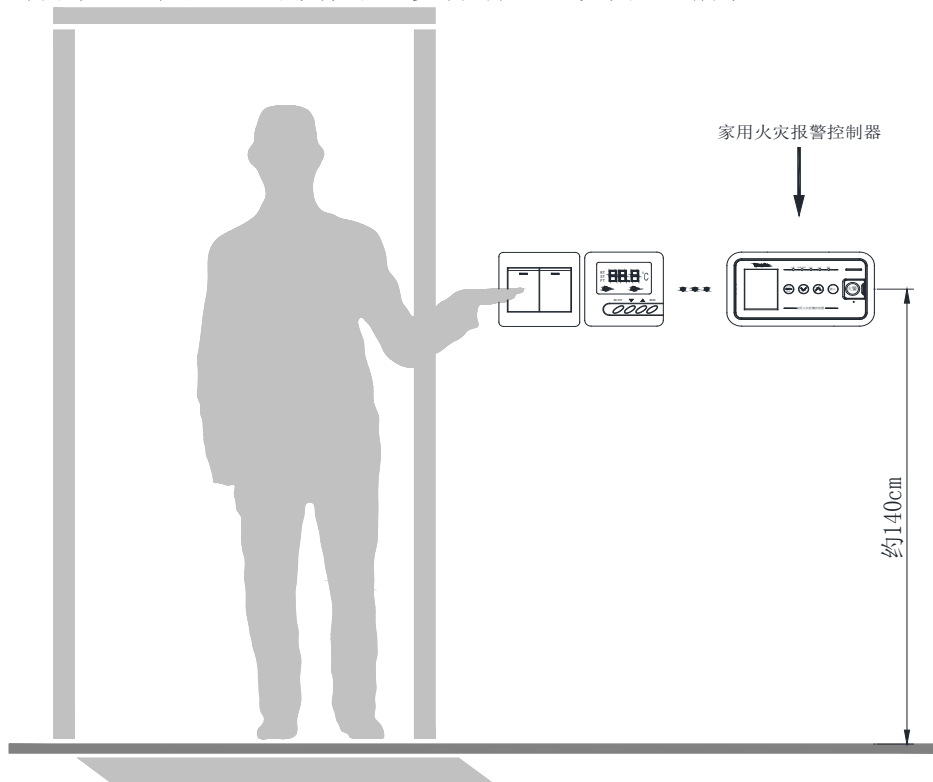

图 2-4 控制器安装位置示意图
①CAN 通讯线和报警总线使用双绞线  $RVS2 \times 1.0 \text{ mm}^2$  或  $RVS2 \times 1.5 \text{ mm}^2$ , 当环境干扰比较大时, CAN 通讯线应考虑使用  $RVSP2 \times 1.0 \text{ mm}^2$  的双绞屏蔽线。
②不可将 CAN 通讯线与报警总线布在同一根多芯电缆中。
③控制器适宜安装于住宅入户处墙壁或其他合适安装的位置, 如图 2-4 所示。